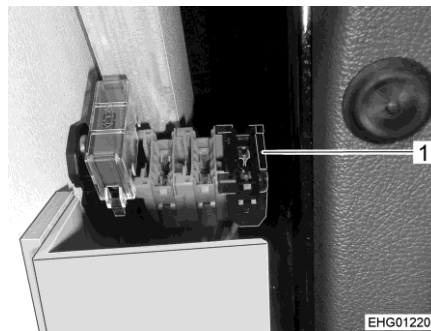

Fig. 132 Portafusibles en vehículos con el volante a la izquierda (Ford)
- Cambiar el fusible del portafusibles (Fig. 132,1).